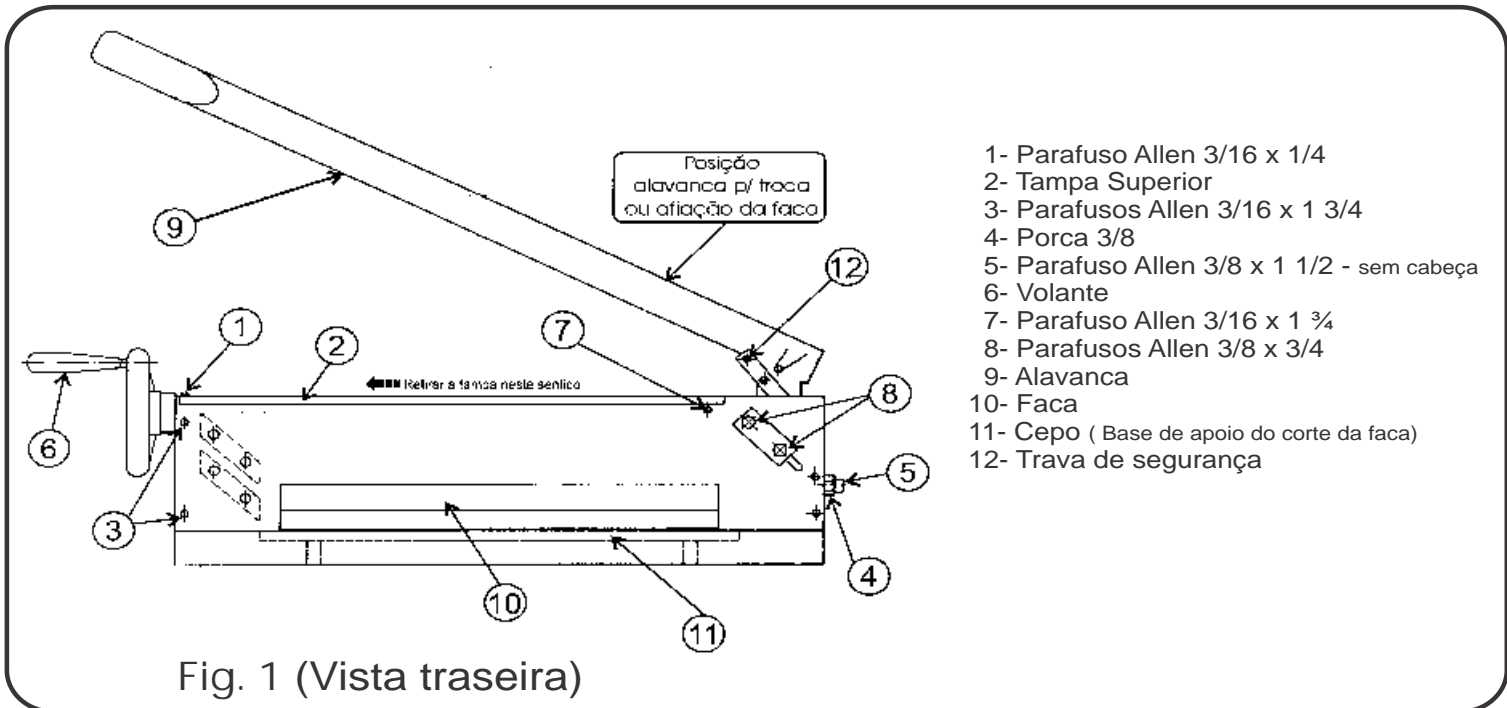

Fig. 1 (Vista traseira)
- 1 - Observar a posição da alavanca p/ troca de afiação (Fig. 1)
- 3 - Soltar o parafuso da tampa superior (1) e puxar a tampa (2) no sentido do volante.
- 4 - Soltar a porca (4) e voltar um pouco o parafuso limitador (5).
- 5 - Retirar os dois parafusos (3) que fixam o volante.
- 6 - Girar o volante (6) no sentido anti-horário até soltar toda rosca do quadrado.
- 7 - Retirar o parafuso espaçador. (7)
- 8 - Retirar os dois parafusos allen (8) que fixam a alavanca (9).
- 11 - Pegar a faca com as duas mãos (no lado oposto do corte) Girar no sentido anti-horário, conforme fig. (3) e puxar para cima